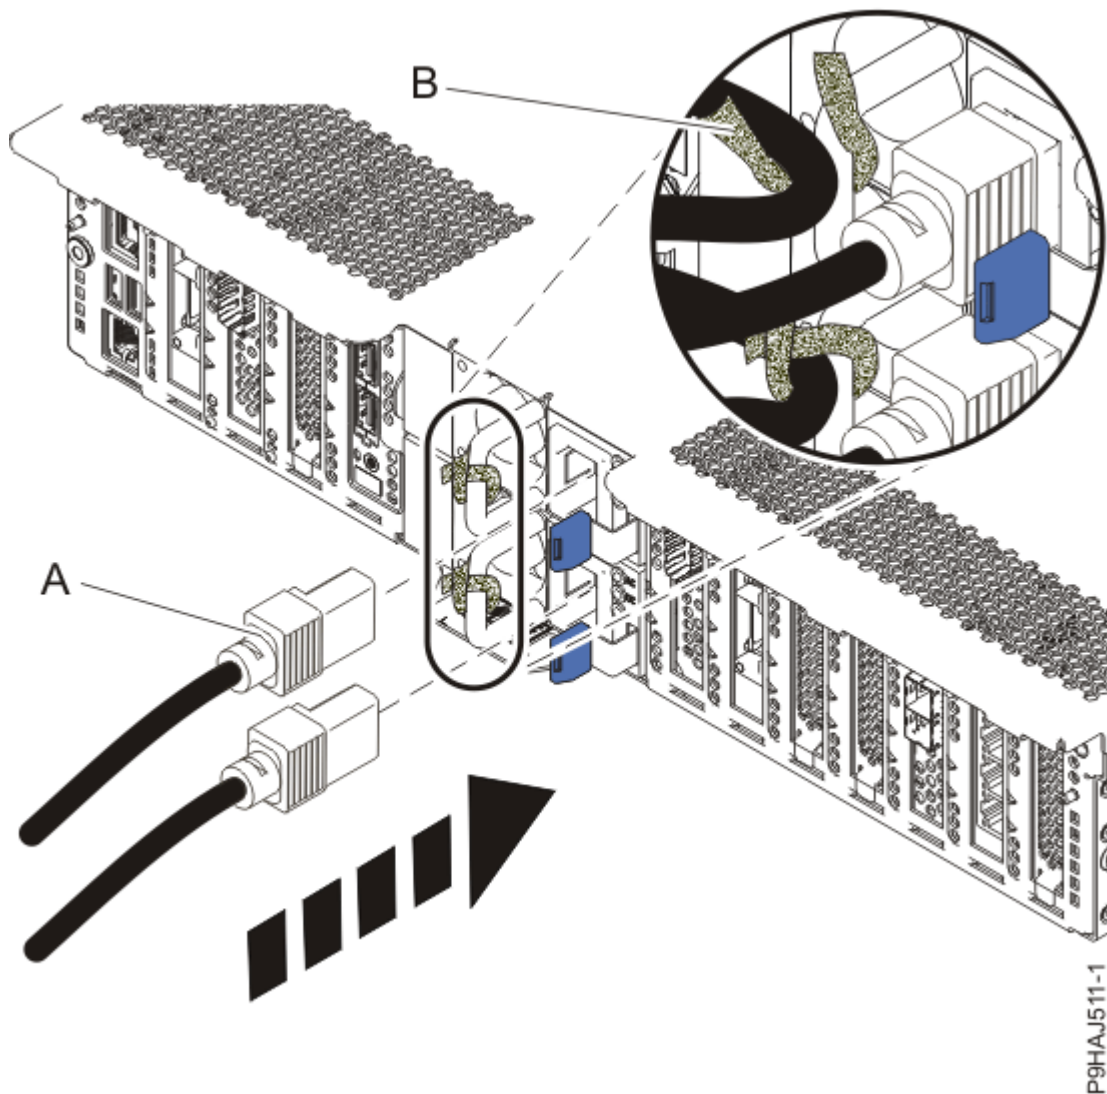

Abbildung 16. Netzkabel anschließen
7. Schließen Sie die Netzkabel **(A)** mithilfe Ihrer Beschriftungen wieder an die Systemeinheit an. Befestigen Sie die Netzkabel mit den Klettverschlüssen **(B)** am System (siehe Abbildung 16 auf Seite 18).